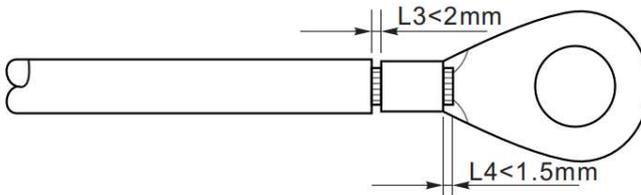

Figura 5-3 Instrução de conexão do aterramento (2)
Passo 2: Insira os condutores de núcleo expostos no terminal OT e crimpe com alicate de crimpagem, como ilustrado na figura 5.3. Terminal OT recomendado: OT M6, cabo $\geq 6\text{mm}^2$.